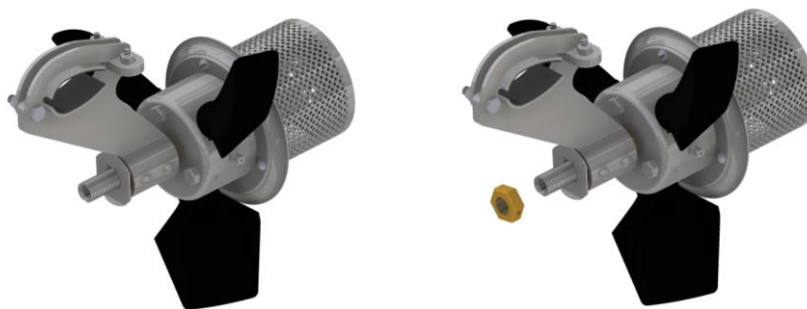

Figura 34:
g) Finalmente, coloque a trava do eixo e a porca de bronze (figura 34)